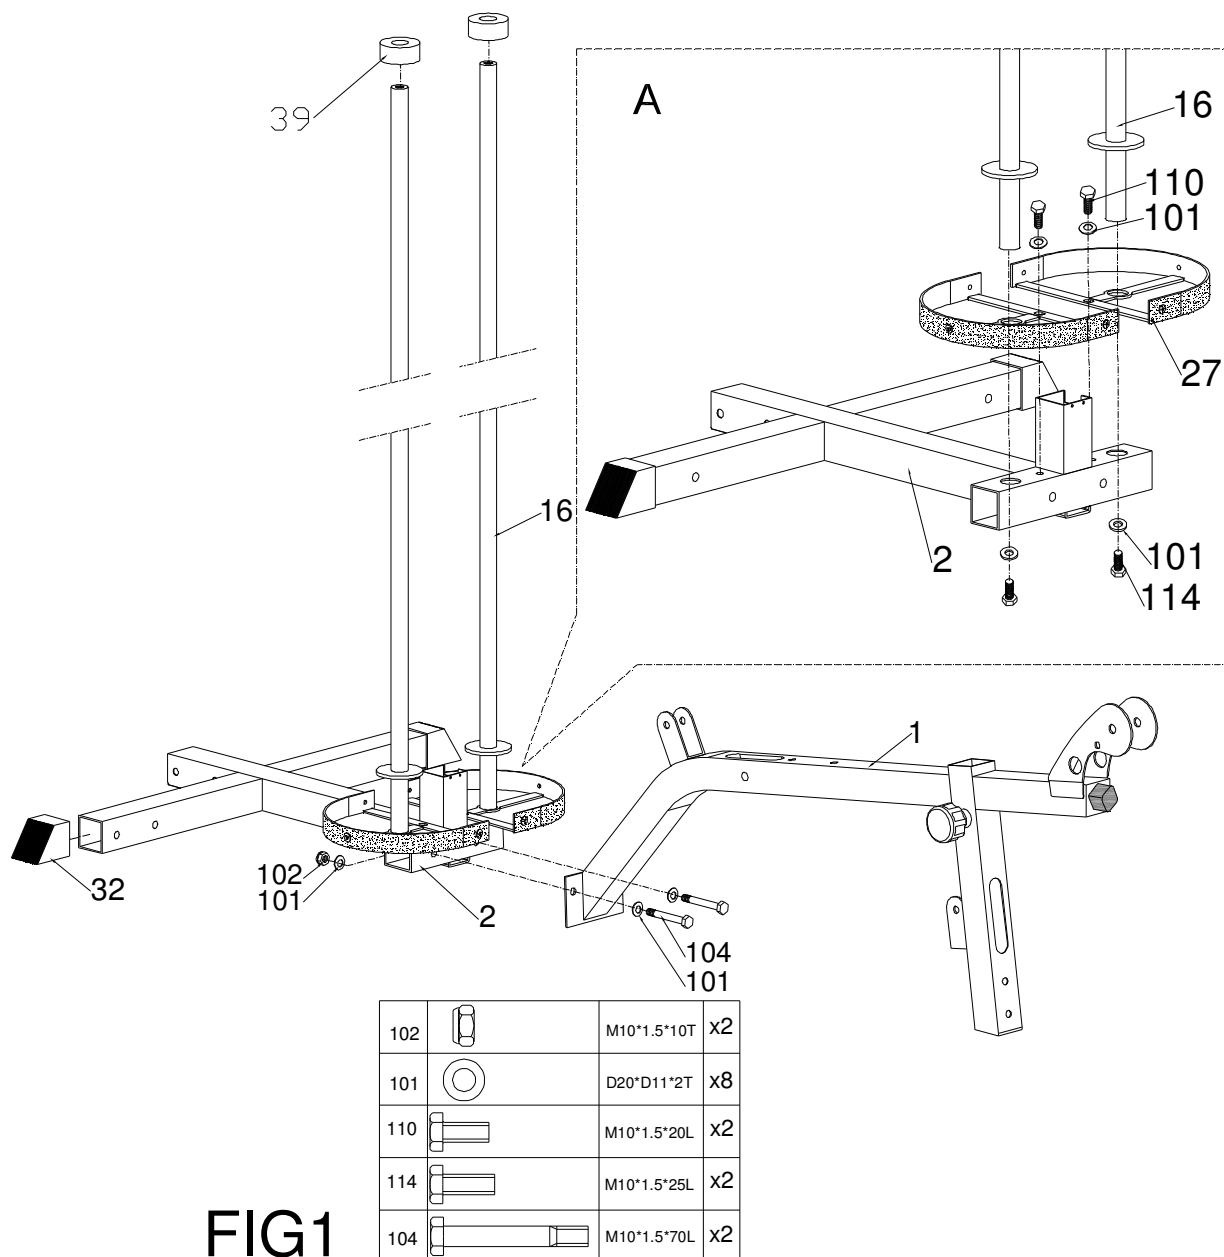

FIG1
- 1) Spojte hlavní rám (1) se středním podlahovým rámem (2) pomocí ploché podložky (101), nylonové matice (102) a šroubu (104).
- 2) Spojte nízkou váhovou zarážku (27) a chromovou směrnicí (16) se středním podlahovým rámem (2) pomocí ploché podložky (101), šroubu (110) a šroubu (114) jak znázorňuje FIG1.
- 3) Spojte nožní víko (32) se středním podlahovým rámem (2).
- 1) Připevněte nižší váhové víko (47), střední váhové víko (97) a vyšší váhové víko (46) do chromové směrnice (16) podle FIG1. Vsaďte plochou podložku (54) na otvor vyššího váhového víka (46).
- 2) Připevněte horní váhové volící ložisko (55) do váhové volící páky (18) a upevněte ložisko pomocí horního váhového volícího kolíčku (53). Vsaďte váhovou volící páku (18) do otvoru váhového víka.
- 3) Připevněte přední podlahový rám (5) do hlavního rámu (1) pomocí upínací desky (19), ploché podložky (101), šroubu (103) a šroubu (100) a nylonové matice (102).
- 4) Připevněte desku na nohy (10) do předního podlahového rámu (5) pomocí šroubu (100), ploché podložky (101) a nylonové matice (102).
- 5) Užitelné si mohou vybrat velikost váhové desky pomocí hrotu kuličky (24).
- 1) Připevněte přední vertikální podstavec (3) do hlavního rámu (1) pomocí upínací desky (65), ploché podložky (101), šroubu (104) a nylonové matice (102).
- 2) Připevněte sedadlo (49) do sedadlového podstavce (6) pomocí ploché podložky (101) a šroubu (109) podle obrázku FIG1. Sedadlový podstavec smontujte (6) do hlavního rámu (1).
- 1) Připevněte podstavec ventilového ramena (9) do nejvyššího rámu (4) pomocí ploché podložky (101), nylonové matice (102) a šroubu (113).
- 2) Připevněte levé ventilové rameno (7) a pravé ventilové rameno (8) do podstavce ventilového ramena (9) pomocí šroubku (105).
- 3) Připojte čtvercový tlumič (38) na podstavec ventilového ramena (9) podle obrázku FIG1.
- 1) Připevněte plochou kladku (57) do nejvyššího rámu (4) pomocí pouzdra (60), šroubu (103) a nylonové matice (102) podle obrázku FIG1.
- 18) Připevněte plochou kladku (57) do předního vertikálního podstavce (3) pomocí pouzdra (60), šroubu (103) a nylonové matice (102) podle obrázku FIG1.
- 1) Připevněte počítač (66) do předního vertikálního podstavce (3).
- 2) Spojte kabel, který je předpřipojen k počítači (66) se středním kabelovým počítačem (68) podle obrázku FIG1.